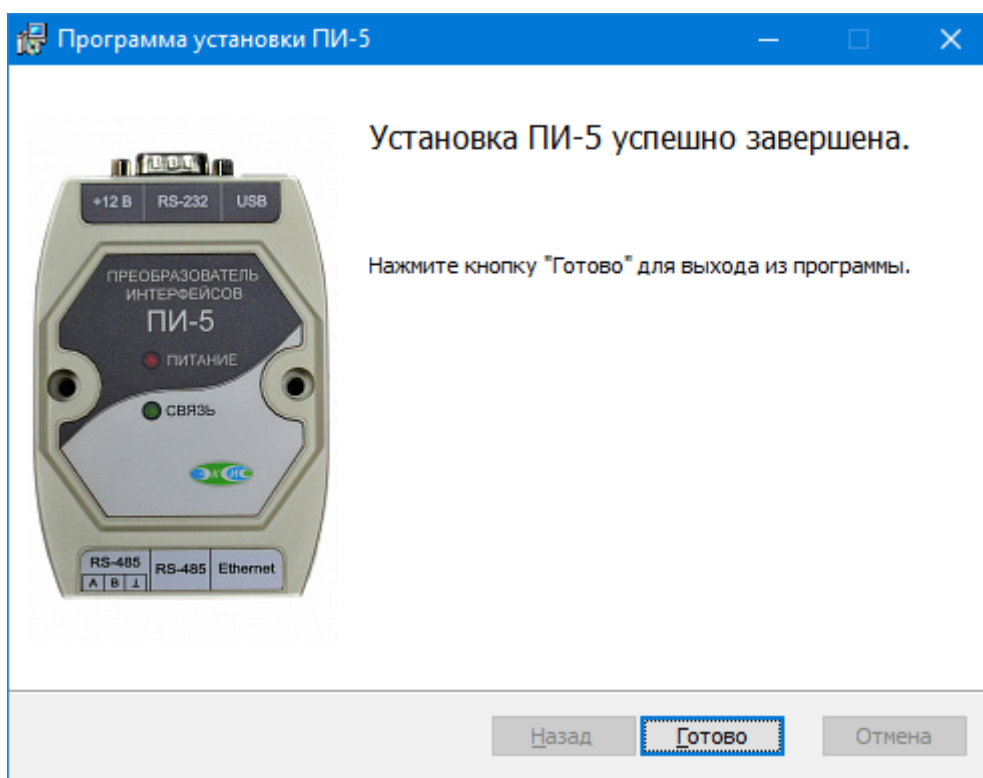

Рис. 2.13. Завершение удаления программы
5. Завершение удаления и выход из мастера установки (рис. 2.13).